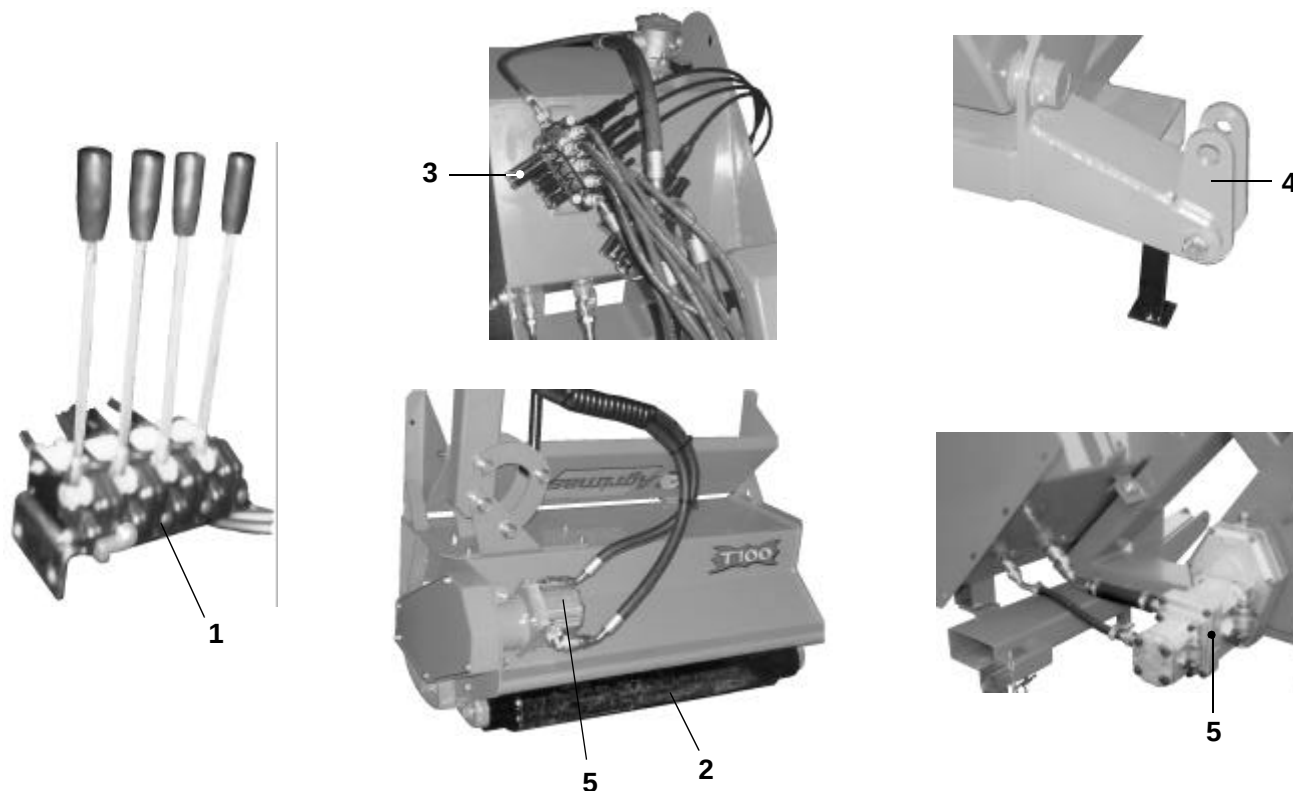

Fig. 2-1 Dotazione di serie - Standard equipment
2.1.1 Dotazione di serie (Fig. 2-1)
2.1.1 Standard equipement (Fig. 2-1)